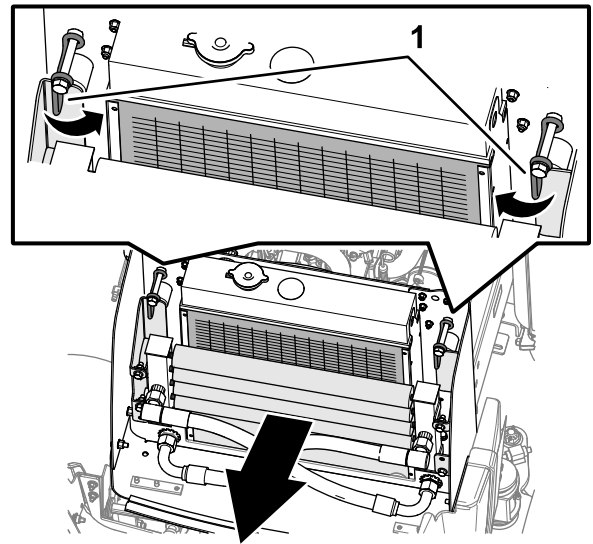
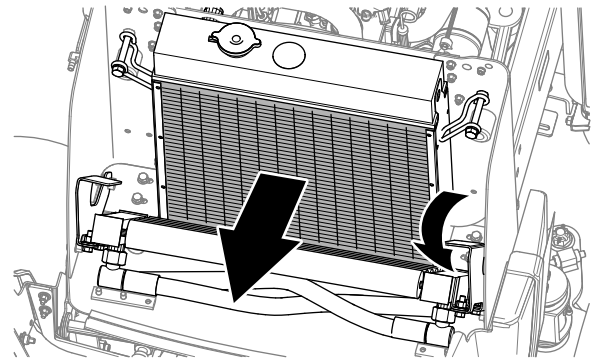

Bild 78
Bild 79
6. Reinigen Sie den Ölkühler mit Niederdruckluft (3,4 bar) (Bild 78).
7. Drehen Sie die Ölkühlerriegel nach innen, und schwenken Sie den Ölkühler (Bild 78 und Bild 79).
8. Blasen Sie von der Lüfterseite des Kühlers die Rückstände mit Niederdruckluft (3,4 bar) aus (Bild 79). Wiederholen Sie diesen Schritt von der Vorderseite des Kühlers und dann von der Lüfterseite. Reinigen Sie beide Seiten des Ölkühlers gründlich.